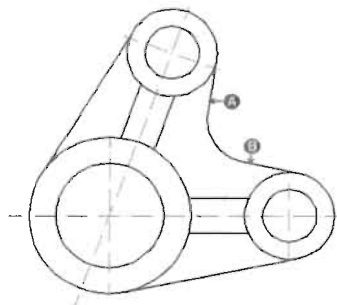

图 4-38
(4) 单击“修改”工具栏中的“圆角”按钮, 对如图 4-38 所示线段进行圆角处理, 命令执行过程如下。